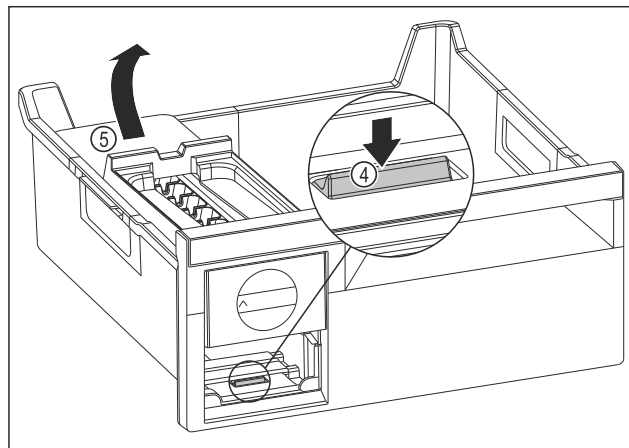

Fig. 130
- ▶ Изваждане на корпуса на EasyTwist-Ice: Натиснете езичето Fig. 130 (4) с пръст надолу и едновременно с това с другата ръка повдигнете корпуса на EasyTwist-Ice Fig. 130 (5) отзад.